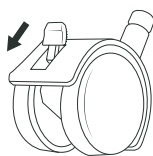

Fig. 2
- ◆ Poussez les leviers sur les deux roulettes avec leviers de blocage **9** vers le bas une fois l'appareil immobile à un endroit, afin d'éviter tout déplacement de l'appareil (voir figure 2).